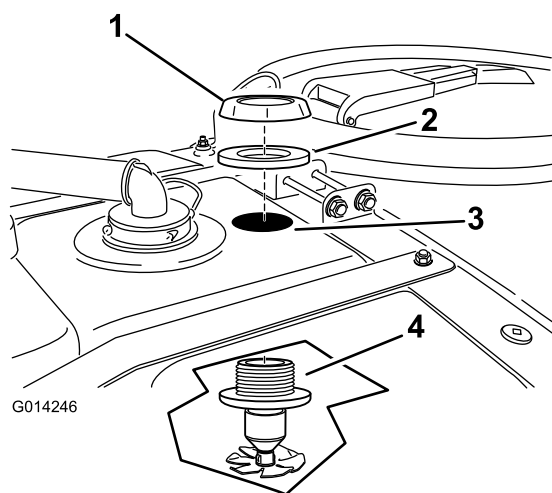

Figure 15
2. Posez la buse de rinçage vers le haut à travers le trou percé (Figure 15).
3. Posez le joint et l'écrou à embase en plastique sur les filets exposés de la traversée sur le haut de la cuve (Figure 15). Veillez à placer le joint correctement entre l'écrou en plastique et la surface de la cuve.